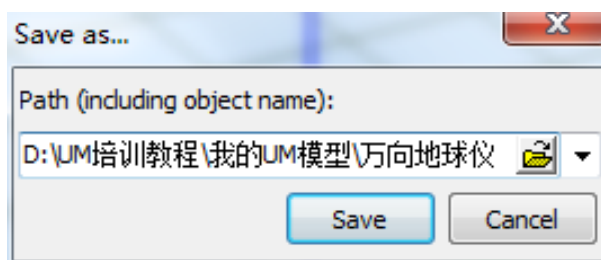

图 2-4
- 4) 选择主菜单 **File** → **Save as...**，将模型另存为，在弹出窗口删除缺省路径，直接输入包含模型名称（万向地球仪）的模型路径“**D:\UM 培训教程\我的 UM 模型\万向地球仪**”，当然也可通过按钮  选择其他路径，如图 2-4。